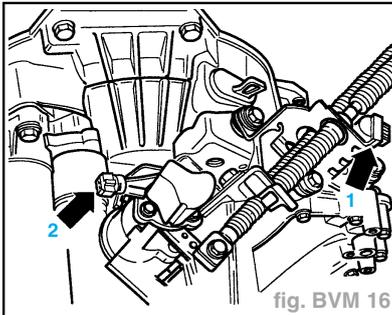

fig. BVM 16
- Débrancher la fiche du transmetteur du tachymètre (1) et le contacteur pour les feux de recul (2) (fig. BVM 16).